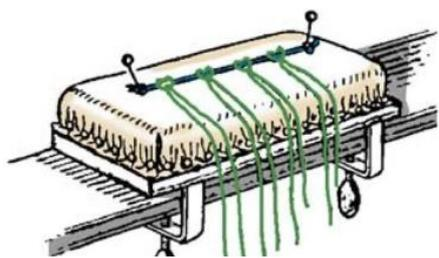

Рис. 2.47. Старинная подушка со штрубцинами
- основа для плетения – набитая опилком или песком подушка для плетения со штрубцинами (рис. 2.47) может быть заменена доской из пенопласта или мягкого дерева, любыми корягами, деревянными фабричными рейками, металлическими или деревянными заготовками в виде колец, обручей и т.д. По желанию деревянные основы можно покрыть бесцветным матовым лаком на водной основе, морилкой или маслом;